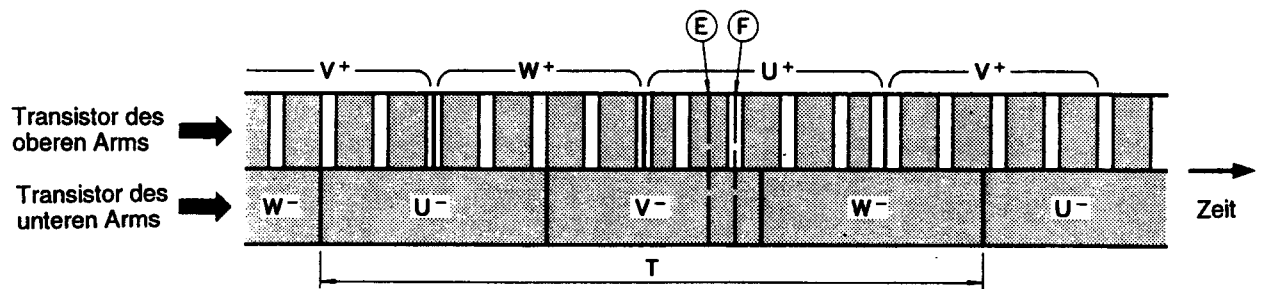
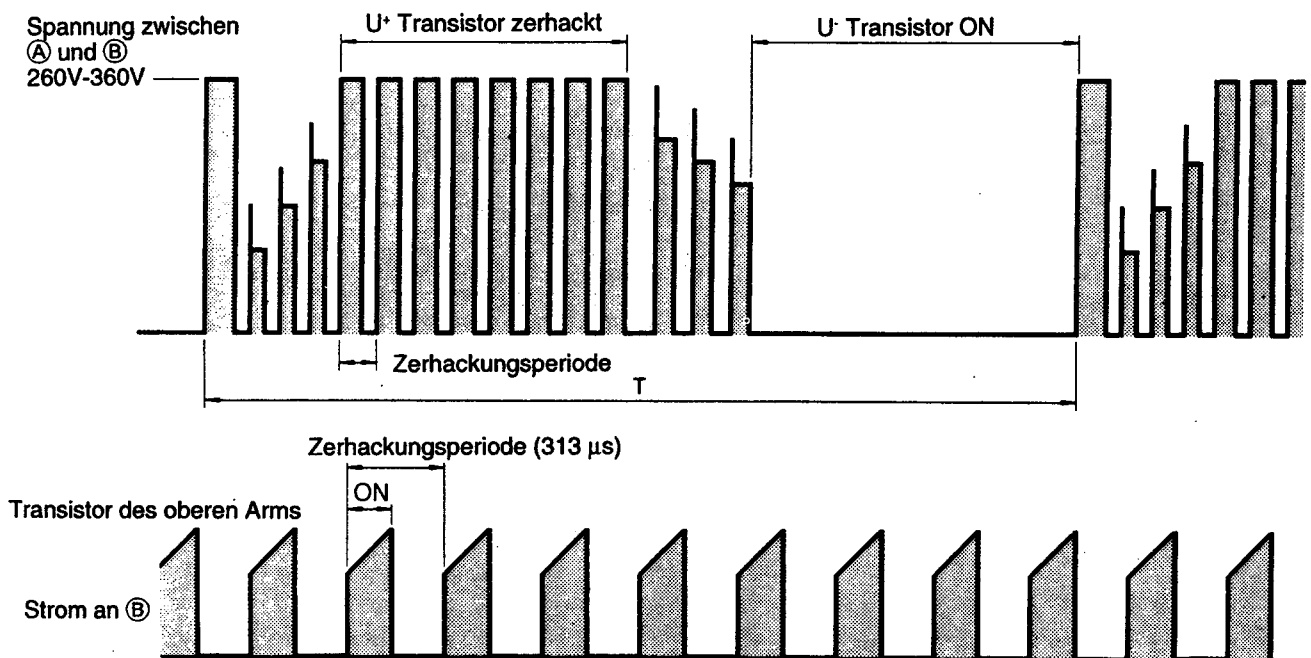

Abb. 3-2 Schaltfolge des Leistungsmoduls
Abb. 3-3 Spannungswellenform an jedem Punkt
- DC 260-360V is input of power module and power module switches power supply current according to rotation position of magnet rotor. The switching order is as shown in Fig. 3-2.
- Time T in Fig. 3-2 shows the switching period, and relation with rotation speed (N) of the compressor is shown by formula below;
- Fig. 3-3 shows voltage waveform at each point shown in Figs. 3-1 and 3-4.
- Eine Gleichspannung von 260V-360V wird in das Leistungsmodul eingegeben, und das Leistungsmodul schaltet den Versorgungsstrom gemäß Rotationsposition des Magnetrotors. Die Schaltfolge ist in Abb. 3-2 dargestellt.
- Die Zeit T in Abb. 3-2 zeigt die Schaltperiode, wobei der Zusammenhang mit der Drehzahl (N) des Kompressors durch die folgende Formel ausgedrückt wird.
- Abb. 3-3 zeigt die Spannungswellenform an jeden der in Abb. 3-1 und Abb. 3-2 gezeigten Punkte.
- Since current flows at point ⑥ only when U⁺ transistor is ON, the current waveform at point ⑥ becomes intermittent waveform as shown in Fig. 3-3. Since current at point ⑥ is approximately proportional to the input current of the air conditioner, input current is controlled by using DC current (I_d) detection resistor.
- Da an Punkt ③ nur dann ein Strom fließt, wenn der U⁺ Transistor eingeschaltet (ON) ist, wird die Stromwellenform an Punkt ③ eine intermittierende Wellenform, wie es in Abb. 3-3 dargestellt ist. Da der Strom an Punkt ③ etwa proportional zum Eingangsstrom der Klimaanlage ist, wird der Eingangsstrom durch die Verwendung des Gleichstrom- (Id) Detektorwiderstandes gesteuert.